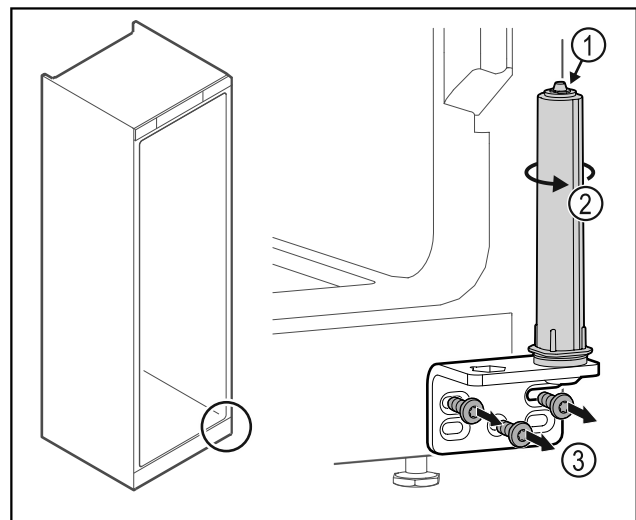

Fig. 24
- Nerozebírejte uzavírací systém dvířek Fig. 24 (1).
- Otáčejte uzavíracím systémem Fig. 24 (2), dokud nezacvakne.
- Odšroubujte úhelník závěsu Fig. 24 (3).